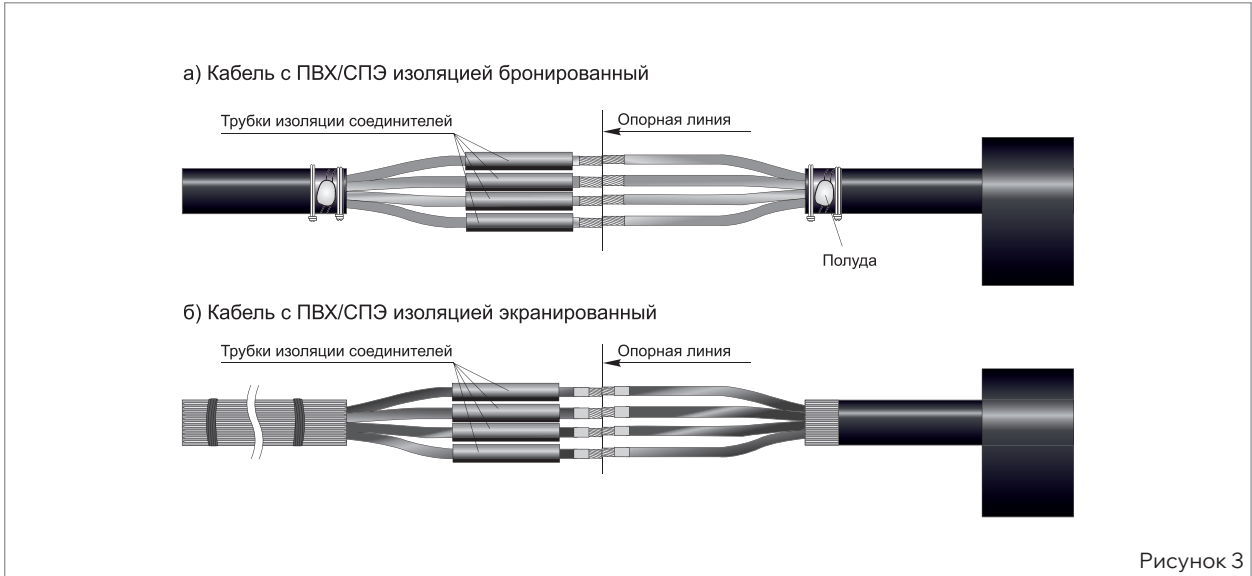

Рисунок 3
- Наложить на бронеленты или ленты экрана проволочный бандаж, отступив от наружного покрова кабеля 40 мм, удалить броню или экран до бандажа. В случае комплекта муфты с пружиной постоянного давления перейти к операциям рис. 3.